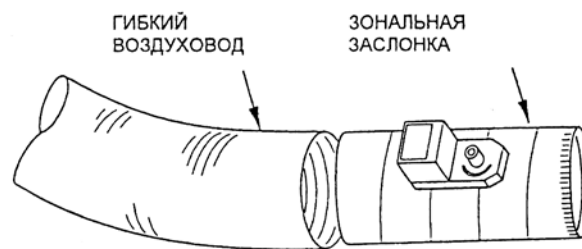

Рис. 5 – Круглый гибкий воздуховод
1. Надвиньте конец круглого гибкого воздуховода на конец зональной заслонки (см. рис. 5).